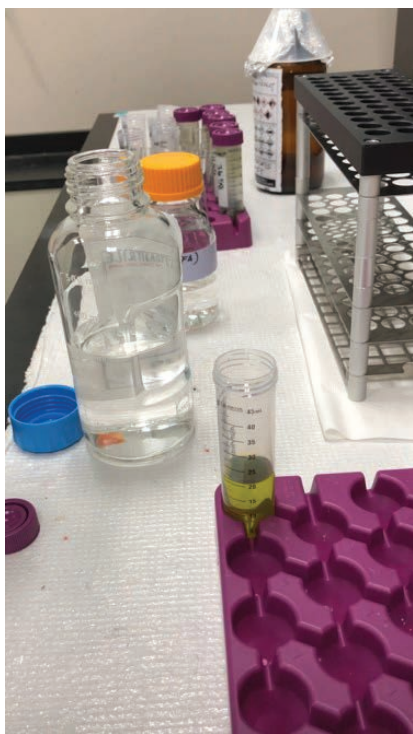

图 8.
13. 稀释至最终体积为 25 mL (此时样品稀释 25 倍; 图 8)